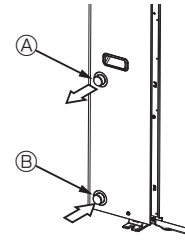

Fig. 4-1
### 4.1. Σύνδεση σωληνώσεων νερού (Fig. 4-1)
- Η θέση των σωλήνων εισαγωγής και εξαγωγής φαίνεται στην Fig. 4-1.
[Fig. 4-1]